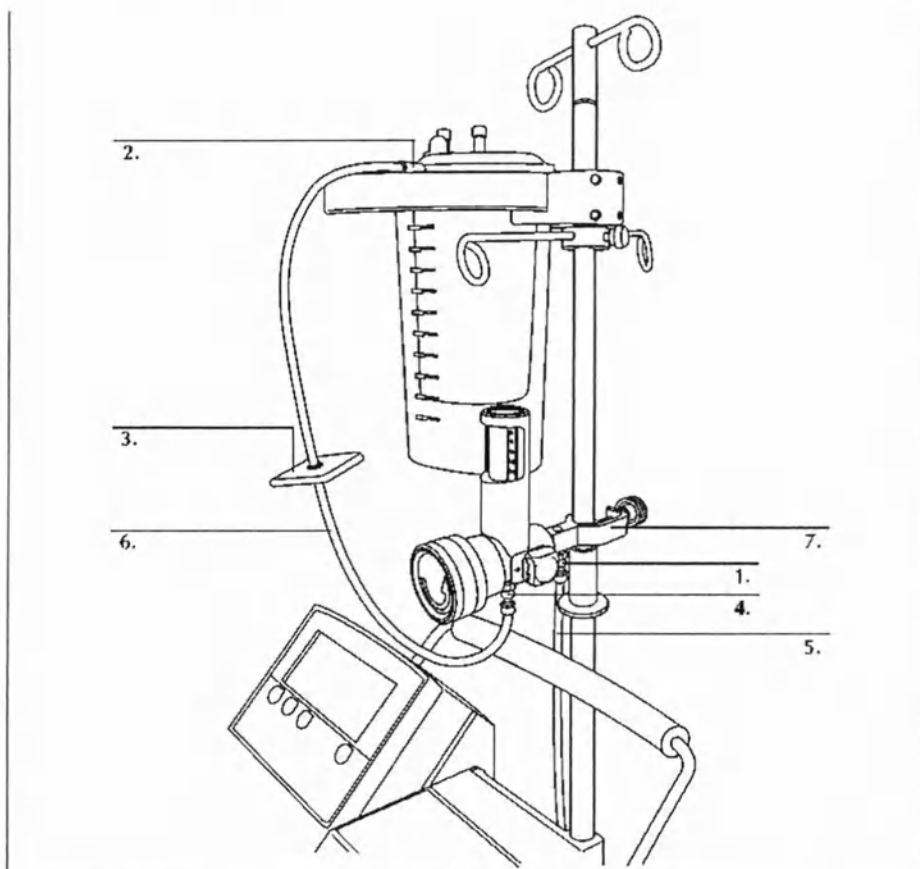

Рисунок 7, Пример регулятора, подсоединённого к резервуару Сохраняющему Элемент 5/5+
- » Установите полюсный наконечник вокруг IV полюса (см. рисунок 7 для размещения).
- » Соедините конец вакуумного провода без фильтра без коннектора к зазубренным соединительным деталям, расположенным на полюсном наконечнике (1).
- » Соедините конец около-операционного вакуумного провода (HAR-A-1002) без соединения к поглощающей коробке (2).
- » Убедитесь, что фраза "Сторона текучей среды" на гидрофобном фильтре расположено к коннектору поглощающей коробки (3).
- » Соедините конец около-операционного вакуумного провода с коннектором с зазубренными соединительными деталями, расположенном на корпусе регулятора (4).